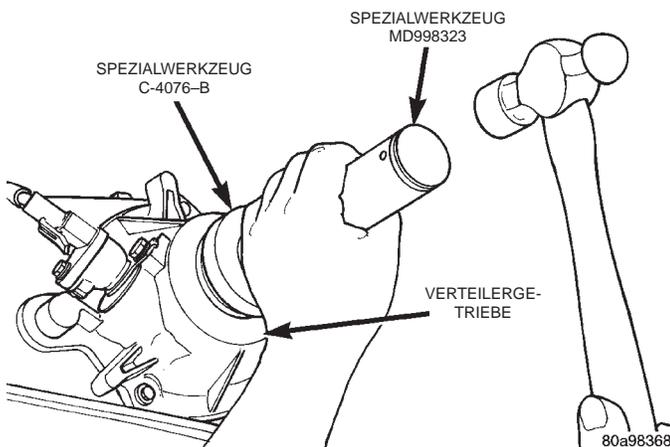

Abb. 78 Wellendichtring einbauen
(6) Einbauwerkzeug C-4076-B auf Spezialwerkzeug 6992 so aufschieben, daß die Seite mit der Aussparung zum Dichtring zeigt. Den Dichtring mit Einbauwerkzeug C-4076-B und Griffstück MD-998323 in das hintere Lagergehäuse eintreiben (Abb. 78).
(7) Einen neuen hinteren Abdeckring mit Einbauwerkzeug C-4076-A und Griffstück MD-998323 einbauen (Abb. 78).